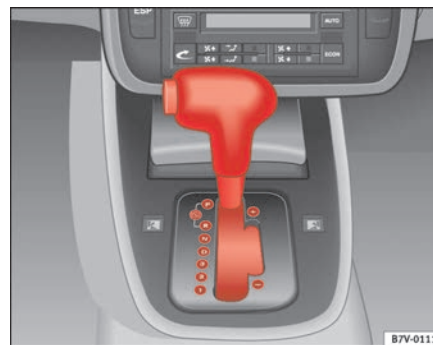

Fig. 127 Consola central: palanca selectora del cambio automático con tecla de bloqueo
⇒ página 175, fig. 127.
- Manteniendo la tecla de bloqueo (tecla en el pomo de la palanca selectora) ⇒ página 175, fig. 127 pulsada, seleccione **R**, **D** o **S**.